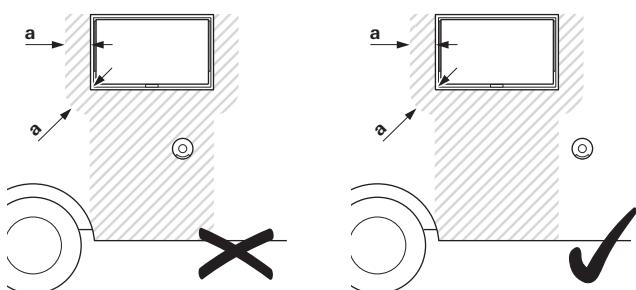

Figura 4
Posizionare il camino a parete in modo da non trovarre, entro una distanza di 500 mm (R), né il bocchettone carburante, né l'apertura di sfato del serbatoio (Figura 3). Entro una distanza di 300 mm non devono inoltre trovarsi né l'apertura di sfato della zona abitabile, né il vano di una finestra (Figura 4).